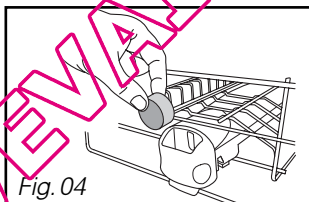
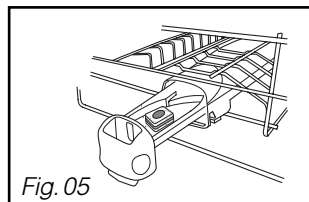

Fig. 04
Fig. 05
non multifonction dans le compartiment extérieur (Fig 04)
ou pour un fonctionnement optimal, tirez le tiroir du distributeur et disposez la pastille (Fig 05)
• **Disposez la pastille** dans le compartiment extérieur (Fig 04), **ou** pour un résultat optimal, tirez le tiroir du distributeur et disposez la pastille à l'intérieur. (Fig 05).